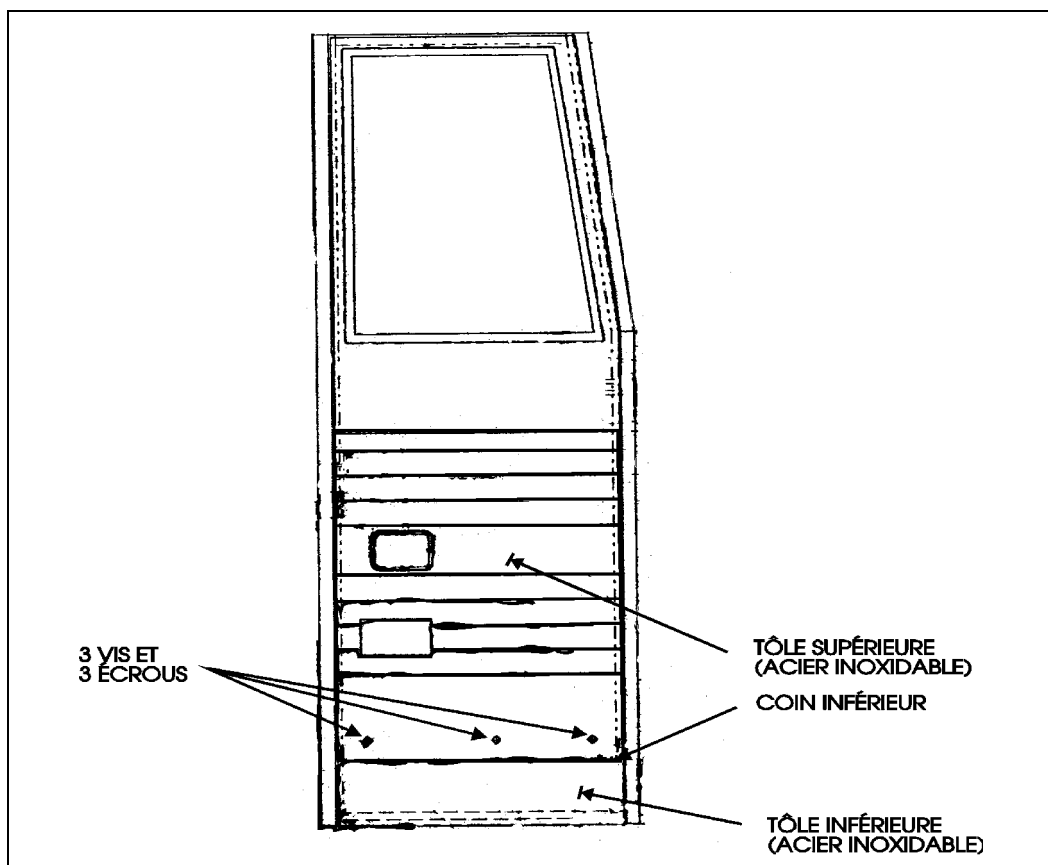

FIGURE 1: PORTE D'ENTRÉE SUR LES VÉHICULES XL
2. À l'aide d'un tournevis plat et d'un marteau, décoller un des deux coin inférieur de la tôle en acier inoxydable (Fig. 1).
*Remarque:* Si la tôle supérieure et la tôle inférieure doivent être remplacées, assemblez-les en utilisant trois vis et trois écrous (Fig. 1).
*Remarque:* Si c'est seulement la tôle supérieure qui doit être remplacée, assemblez-la en utilisant trois vis et trois écrous (Fig. 1).